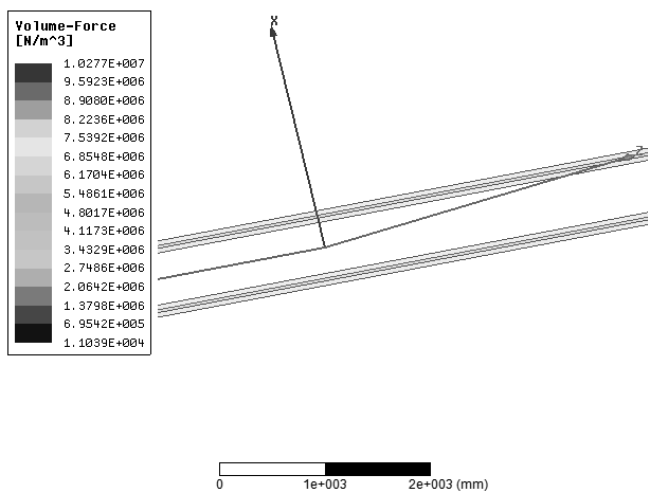

图 19-30 体积力密度云图
Step2 :在 Create Field Plot 对话框的 Quantity 中选择 Volume_Force_Density 选项 ,在 In Volume 中选择四根导线实体。体积力密度云图如图 19-30 所示。